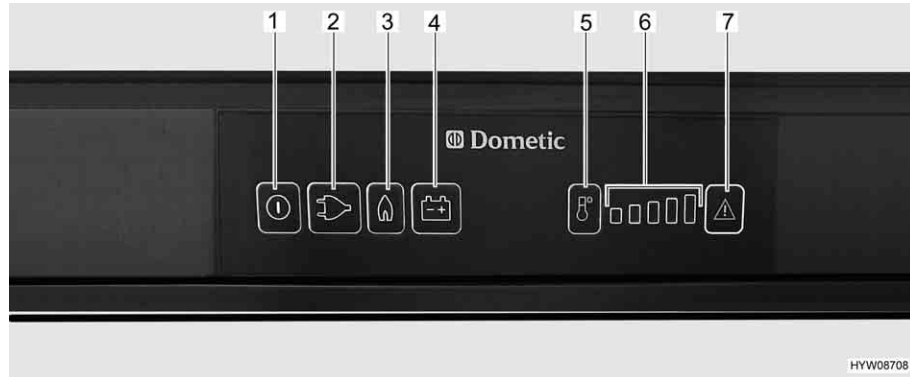

Fig. 197 Elementos de mando para el frigorífico (Dometic de la serie 8 con SMSE)
- Pulsar la tecla On/Off (Fig. 197,1) por aprox. 2 segundos. El frigorífico se conectará. Se iluminará la tecla modo de funcionamiento seleccionado más recientemente.
- En caso necesario, pulsar la tecla para el modo de funcionamiento "Gas" (Fig. 197,3). La tecla se iluminará. El suministro de gas está abierto. El encendido se realiza automáticamente. Se oye un sonido de tic-tac hasta que el proceso de encendido se haya llevado a cabo con éxito.
- Ajustar la temperatura de refrigeración con la tecla de selección de nivel de temperatura (Fig. 197,5).
- En caso necesario, pulsar la tecla de modo de funcionamiento "230 V" (Fig. 197,2). La tecla se iluminará.
- En caso necesario, pulsar la tecla de modo de funcionamiento "12 V" (Fig. 197,4). La tecla se iluminará.